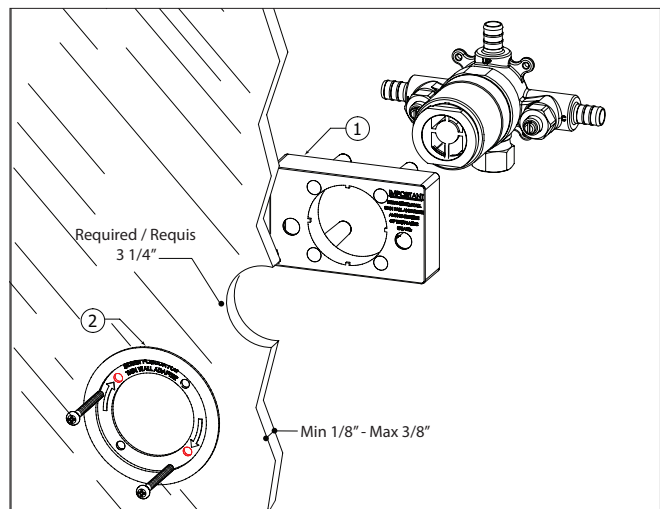

Fig.6
Cut a circular 3" opening into the finished shower wall. (Fig. 6)
If not, complete the installation by tightly grabbing the thin wall between the plastic protector cap (1) and the circular adaptor (2). Screw in place using the top left and bottom right positions (Fig. 6)
Perforer une ouverture circulaire de 3" dans le matériau de finition qui sera devant la valve. (Fig. 6)
Dans le cas contraire, terminer l'installation en comprimant fermement le « mur fin » entre le capuchon protecteur en plastique (1) et l'adaptateur circulaire (2). Visser en place en utilisant les positions supérieure gauche et inférieure droite. (Fig. 6)